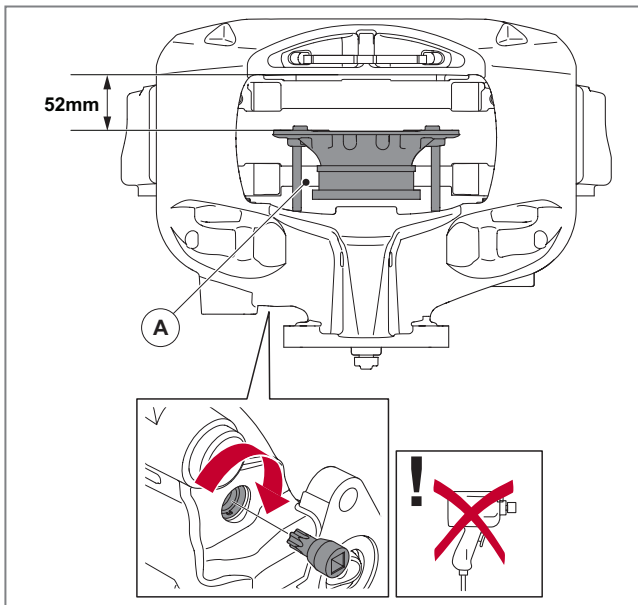

Abb. 49 - Druckplatte herauslösen
2. Drehen Sie mit Hilfe des Torx 55 Steckschlüssels die Rückstellwelle manuell im Uhrzeigersinn, um die Druckplatte (A) herauszulösen. Fahren Sie damit fort, bis die Druckplatte vollständig herausgeschraubt und von der Nachstellschraube gelöst ist, *siehe* ► *Abb. 49*. Die Druckplatte löst sich an dem Punkt, an dem die Spaltgröße zwischen der Belaginnenfläche der Druckplatte und der Belagaußenfläche des Bremssattels weniger als 52 mm beträgt. Gehen Sie beim Entfernen der Druckplatte besonders vorsichtig vor, um ihr Innengewinde und das Außengewinde der Nachstellschraube nicht zu beschädigen.